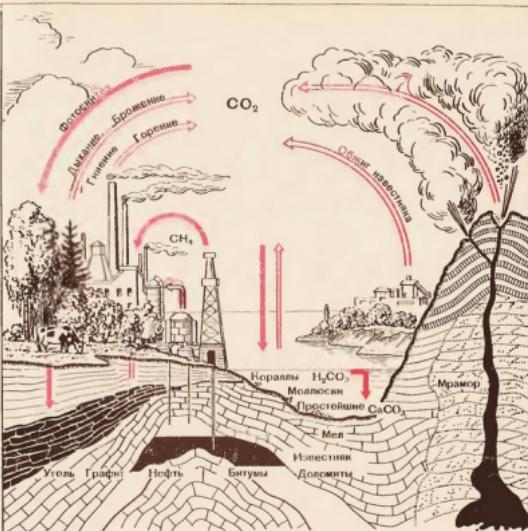

Рис. 32. Круговорот углерода в природе
Подобно другим элементам, атомы углерода в природе недерживаются постоянно в одном и том же соединении, а переходят из одних веществ в другие (рис. 32). Эти изменения замыкаются во взаимно переплетающиеся циклы. Исходя из какого-либо соединения углерода, например из оксида углерода (IV), и прослеживая его химические превращения, мы вновь возвращаемся к исходному соединению — к оксиду углерода (IV). Поэтому мы и говорим о циклах. Главнейший из них — это превращение соединений углерода, совершающееся при участии живых организмов.